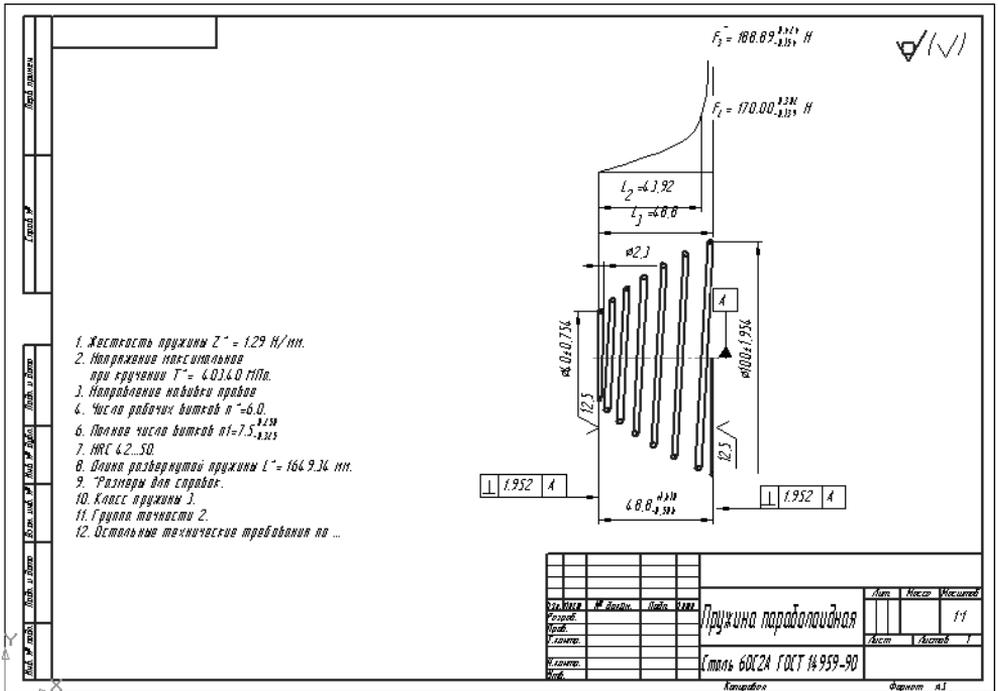

Рис. 4.81. Детализованный чертеж конической пружины с техническими требованиями, размерами и диаграммой
- переместите фантом конической или фасонной пружины в центр свободного пространства чертежа и щелкните мышью. Определится местоположение пружины на чертеже, см. рис. 4.81.
- откройте графический файл с ранее спроектированной конической или фасонной пружиной, например представленный на рис. 4.81.